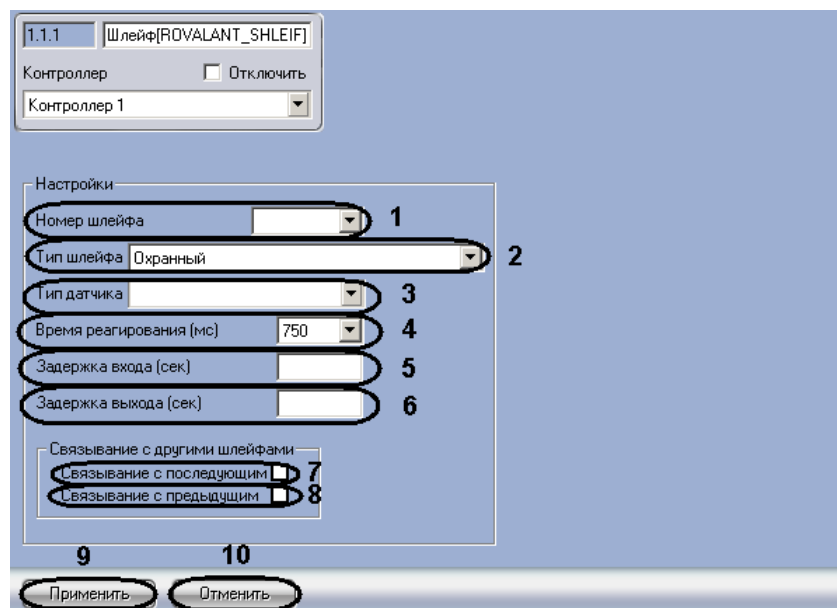

Рис. 3.4—2 Настройка шлейфов сигнализации
1. Из раскрывающегося списка **Номер шлейфа** выбрать порядковый номер шлейфа сигнализации (см. Рис. 3.4—2, 1).
2. Из раскрывающегося списка **Тип шлейфа** выбрать тип шлейфа сигнализации (см. Рис. 3.4—2, 2).